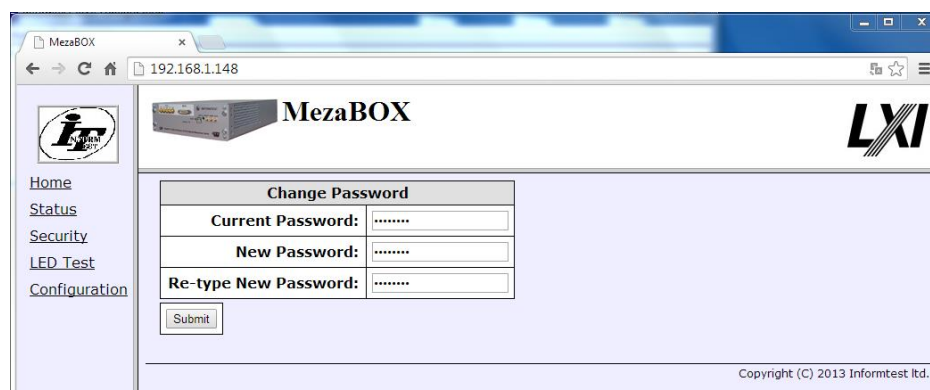

Рисунок 15
3) **Security** - назначение пароля для доступа к web интерфейсу (рисунок 15).